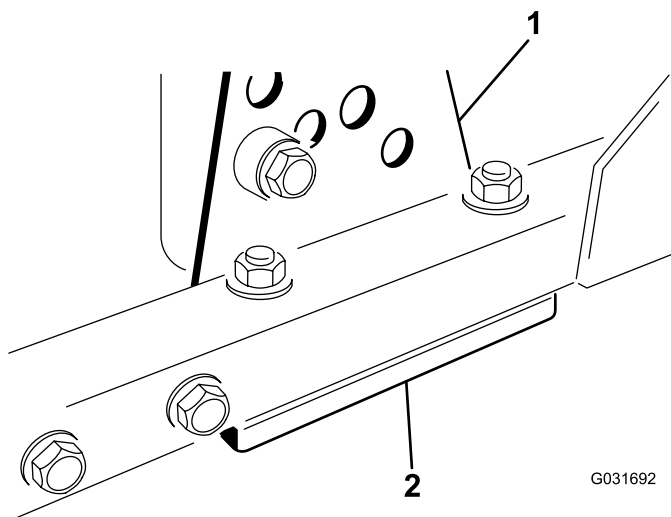

Bild 62
1. Entfernen Sie die Schnitthöhen-Einstellhalterung (vorne, links oder rechts) vom Mähwerkrahmen (Bild 62).
2. Führen Sie 1,5-mm- und/oder 0,7-mm-Beilagscheiben zwischen dem Mähwerkrahmen und der Halterung ein, um die gewünschte Schnitthöhe zu erhalten (Bild 62).